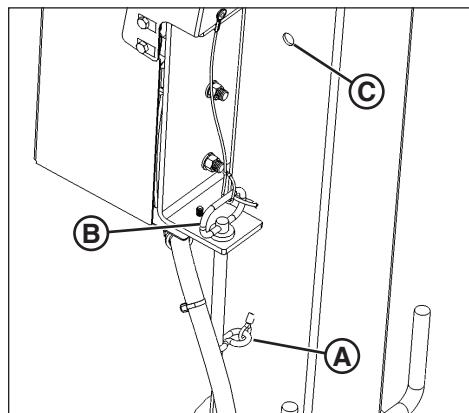

Figure 12
3. Retirer la goupille fendue (**A**, Figure 12) et la goupille de verrouillage du mât de la tour (**B**) de l'orifice de rangement comme illustré dans la Figure 12. Insérer la goupille de verrouillage de la tour dans l'orifice de verrouillage (**C**), et fixer avec la goupille fendue.
2. Retirer la goupille fendue et la goupille de verrouillage dans l'orifice de la tour. Mettre la goupille de verrouillage de la tour dans l'orifice de rangement et fixer avec la goupille fendue. Voir Figure 12.